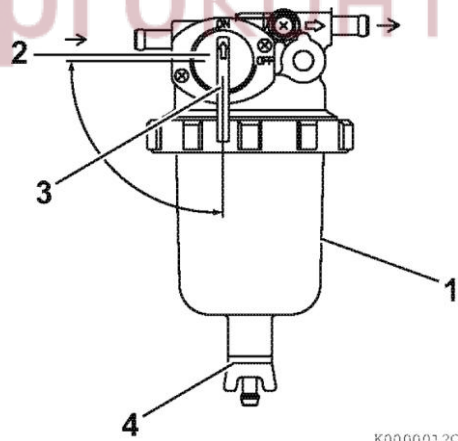

Рисунок 44
1. Поместите соответствующий контейнер под топливным фильтром / водным сепаратором (рисунок 44(1)), чтобы собрать загрязняющие примеси.
2. Закрыть (рисунок 44(2)) топливный кран (рисунок 44(3)).
3. Ослабить сливной кран (рисунок 44(4)) на донной части топливного фильтра / водного сепаратора. Слейте воду, скопившуюся внутри.
5. Откройте топливный кран (рисунок 44(3)).